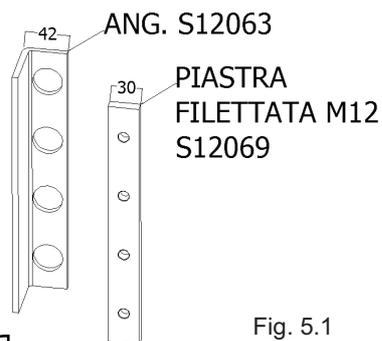

Fig. 5.1
- ✓ Posizionare gli angolari e le piastre filettate come indicato in Fig. 5.1. Si consiglia di iniziare il montaggio posizionando gli elementi di fissaggio sul montante inferiore serrando la vite TSEI M12 a mano, creando così un incastro per il montante superiore: posizionare il montante superiore e serrare con vite TSEI M12